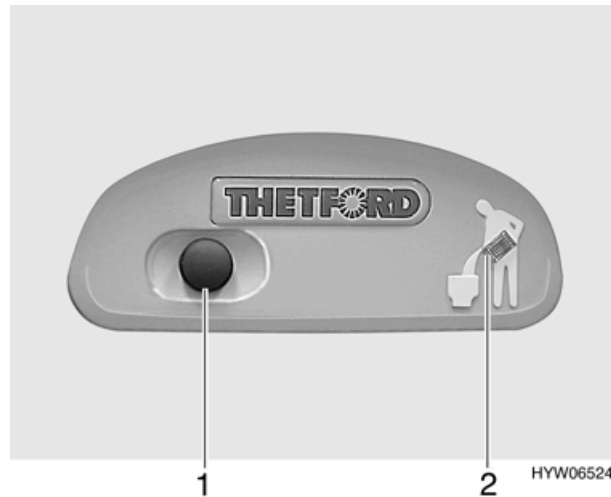

Bild 92 Spülknopf/Kontroll-Leuchte Thetford-Kassette
- Zum Spülen den blauen Spülknopf (Bild 92,1) drücken.
Die Kontroll-Leuchte (Bild 92,2) leuchtet, wenn die Thetford-Kassette entleert werden muss.